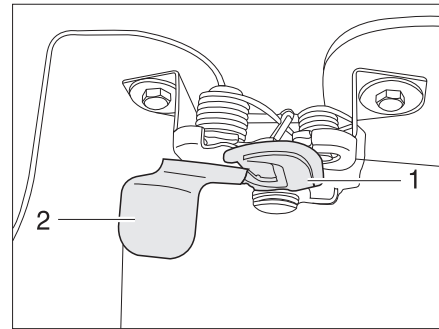

Fig. 29 Palanca de desbloqueo del capó del motor, en el exterior
- Meter una mano debajo del capó del motor y activar el gancho de retención (Fig. 29,1). Para esto meter la mano detrás de la placa (Fig. 29,2) y tirar la placa hacia delante.